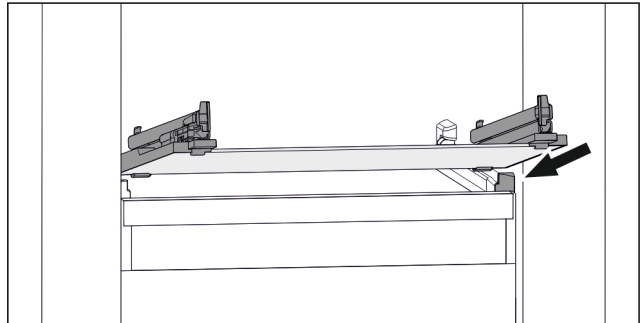

Fig. 77 Примерное отображение стеклопленочной пластины
- ▶ Наклоняя вниз, установите стеклопленочную пластину за стопоры. (см. Fig. 77)